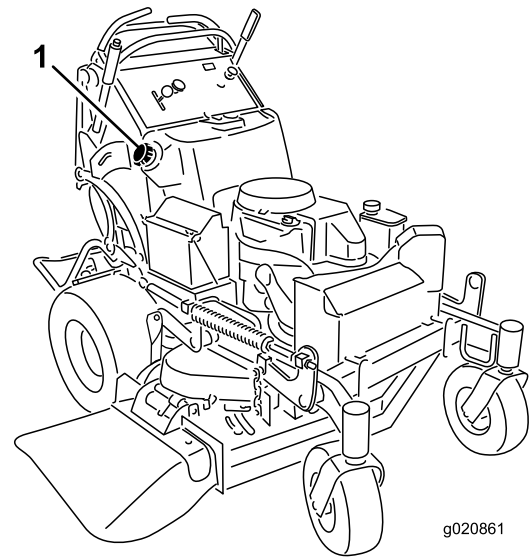

Figura 47
3. Limpie alrededor del tapón del depósito de combustible para evitar que entre suciedad en el depósito (Figura 47).
6. Usando la bomba tipo sifón, vacíe el combustible en un recipiente de combustible limpio (Figura 47).